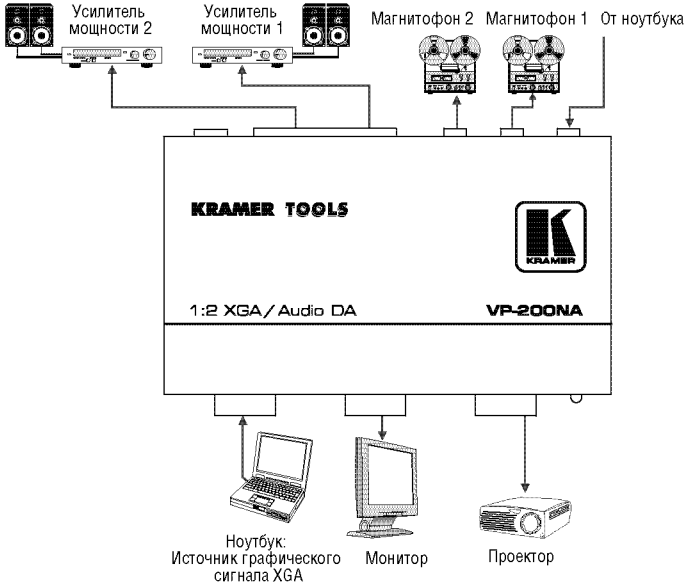

Рис. 3. Подключение ноутбука к усилителю-распределителю VP-200NA
На рис. 3 показан пример использования **VP-200NA** для распределения сигналов XGA и звука от ноутбука для двух получателей видео и аудио-сигнала:
7. При необходимости отрегулировать² уровни звукового сигнала правого и левого каналов (не показано на рис. 3³).